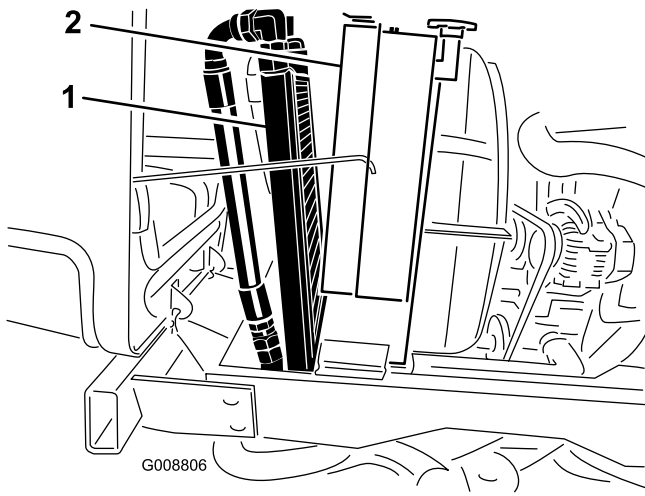

Figura 62
3. Incline o refrigerador de óleo para trás. Limpe ambos os lados do refrigerador do óleo e a zona do radiador (Figura 62) com ar comprimido. Comece do lado da ventoinha e sopre os detritos para trás. Depois, limpe a partir da parte posterior e sopre na direcção da parte frontal. Repita o procedimento várias vezes até remover toda a sujidade e detritos.